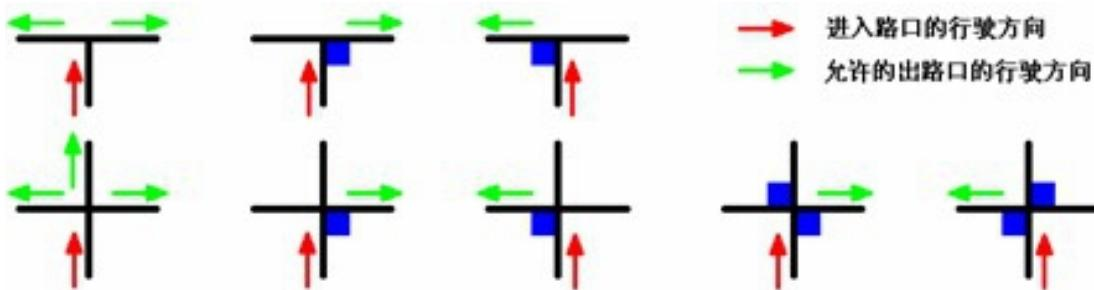

图 2 转弯标志及允许的出路口行驶方向
3.2.4 在黑色引导线的十字或丁字交叉处，可能会出现 $50\text{mm} \times 50\text{mm}$ 的深蓝色转弯标志。机器人在遇到转弯标志时的正确动作方式如图 2 所示。